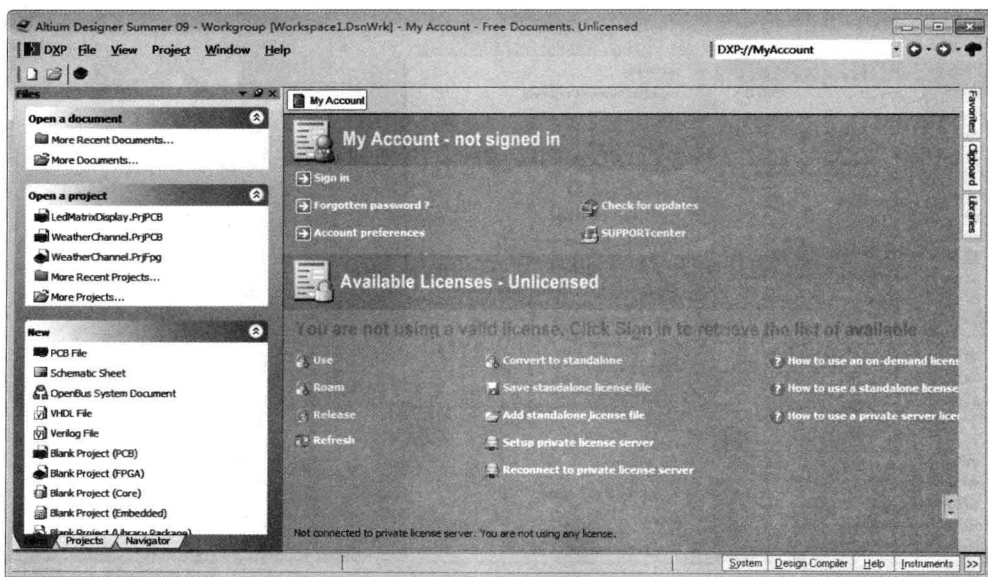

图 1-4 打开后的软件窗口
(3) 软件打开后，我们看到如图 1-4 所示的窗口，该窗口中，出现了一个很明显的红色字提示，该软件没有激活。